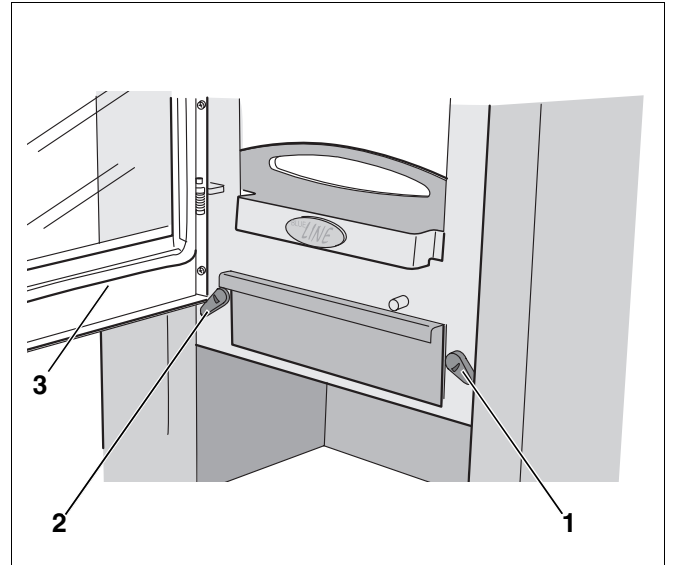
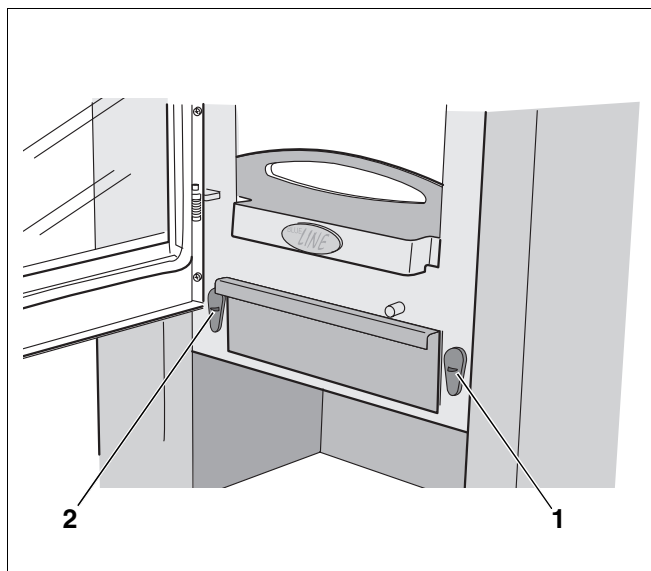

Abb. 27 Primär- und Sekundärluftschieber
Abb. 29 Primär- und Sekundärluftschieber
- Schieben Sie den Schieber der Primärluftzufuhr (Abb. 27, **Pos. 1**) und den Schieber der Sekundärluftzufuhr (Abb. 27, **Pos. 2**) auf Stellung „AUF“ (Abb. 29, Seite 28).
- Öffnen Sie die Feuerraumtür (Abb. 27, **Pos. 3**).
- Lassen Sie die Sekundärluftzufuhr (Abb. 27, **Pos. 2**) geöffnet und regulieren Sie die Primärluftzufuhr (Abb. 27, **Pos. 1**) nach Bedarf.
Mittels des Primärluftschiebers (Abb. 29, **Pos. 1**) können Sie die Verbrennungsluft (Primärluft) von unten über den Aschekasten und den Rost zum Brennstoff regulieren.
Mittels des Sekundärluftschiebers (Abb. 29, **Pos. 2**) regulieren Sie die Sekundärluftzufuhr, was besonders wichtig zum Spülen der Sichtfensterscheibe ist und zu einer optimalen Verbrennung führt.
- die Primärluftzufuhr voll geöffnet wird (Primärluftzufuhr „AUF“, Abb. 29, **Pos. 1**).